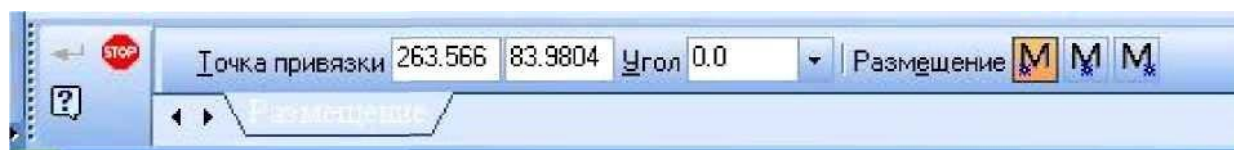

Рис. 3.16. - Панель свойств для указания размещения надписи на чертеже. После указания точки вставки текста **Панель свойств** изменяет свое
- Кнопка **Ввод текста**. При вводе этой команды появляется изображение **Панели свойств** (рис. 3.16). Указав графическим курсором на рабочем поле положение начальной точки текста, фиксируем его нажатием левой клавиши мыши.